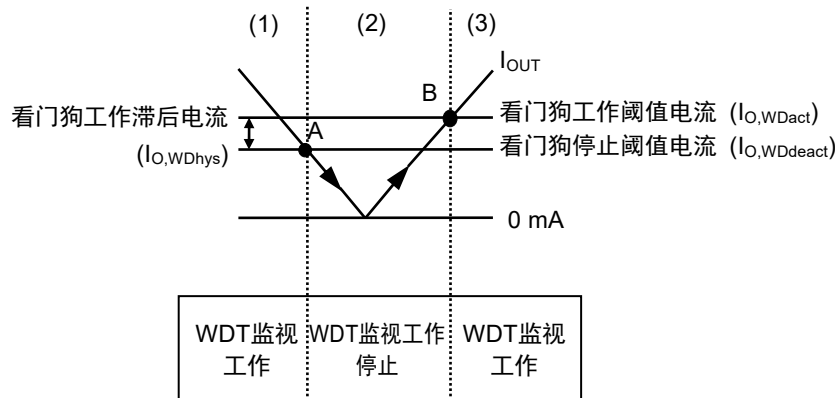

图38 自律看门狗工作功能
- (1) 稳压器的 $I_{OUT}$ 大于或等于看门狗工作阈值电流 ( $I_{O,WDact}$ )，并且WADJ端子电压 ( $V_{WADJ}$ ) 高于基准电压 ( $V_{ref}$ ) 时，比较器 (C1) 的输出变为 "H"。此时，看门狗定时器进行监视工作。
- (2) 当 $I_{OUT}$ 降低到小于或等于看门狗停止阈值电流 ( $I_{O,WDdeact}$ ) (图38的A点) 时， $V_{WADJ}$ 也降低到小于或等于 $V_{ref}$ ，C1的输出变为 "L"。此时，看门狗定时器停止监视工作。即使 $I_{OUT}$ 上升，在未达到 $I_{O,WDact}$ 时，看门狗定时器保持停止监视工作的状态。
- (3)  $I_{OUT}$ 再继续上升，达到大于或等于 $I_{O,WDact}$  (图38的B点) 时， $V_{WADJ}$ 也上升到大于或等于 $V_{ref}$ ，C1的输出变为 "H"，看门狗定时器开始监视工作。